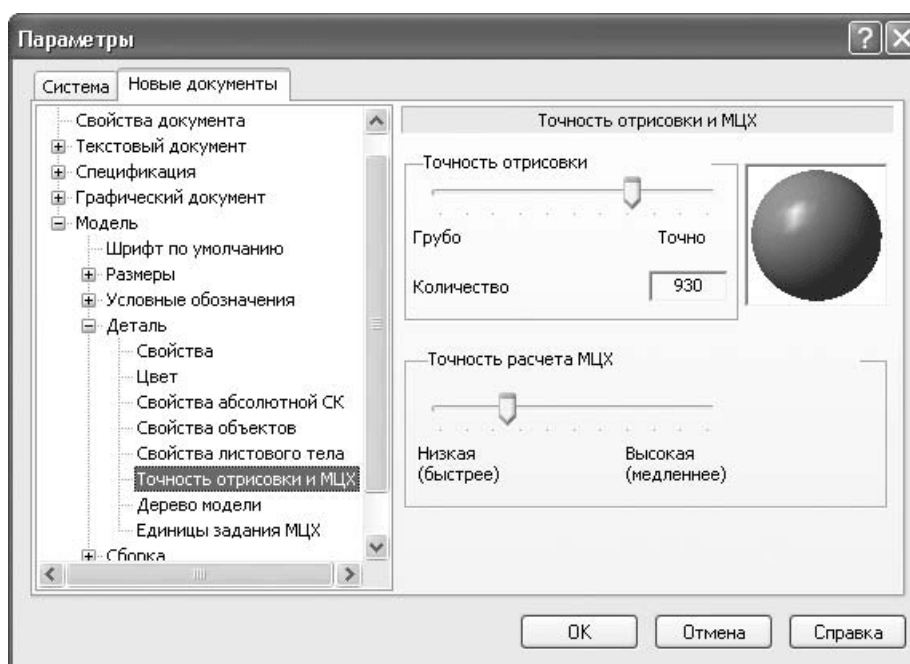

Рис. 1.68. Настройка точности отрисовки и МЦХ модели
- Деталь – позволяет изменять свойства (обозначение, наименование, материал) и цвет детали. Кроме того, здесь можно задать цвет, которым будет отображаться тот или иной тип трехмерных объектов (вспомогательная геометрия, поверхности, формообразующие операции), импортированный в деталь или созданный средствами КОМПАС-3D. Однако менять стандартные настройки не рекомендуется, так как это приведет к специфическим изменениям внешнего вида детали. Это может помешать другим пользователям, работающим с вашей деталью. Очень важным параметром настройки отображения модели является точность отрисовки и масс-центровочных характеристик (рис. 1.68). Чем выше точность отрисовки, тем медленнее работает система, но тем лучше представление объектов трехмерного документа. Следует, правда, отметить, что влияние этого параметра на